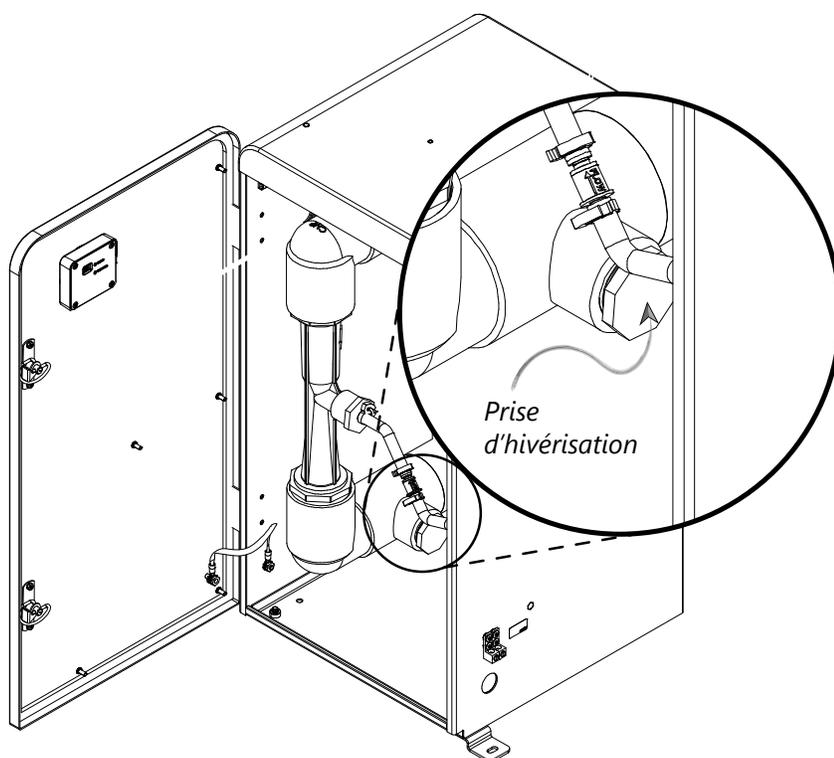

Figure 9 : Emplacement du bouchon d'hivernage
3. Localiser le bouchon de vidange NPT de 1 po (se référer à la Figure 9) et l'enlever pour vider l'eau restante.